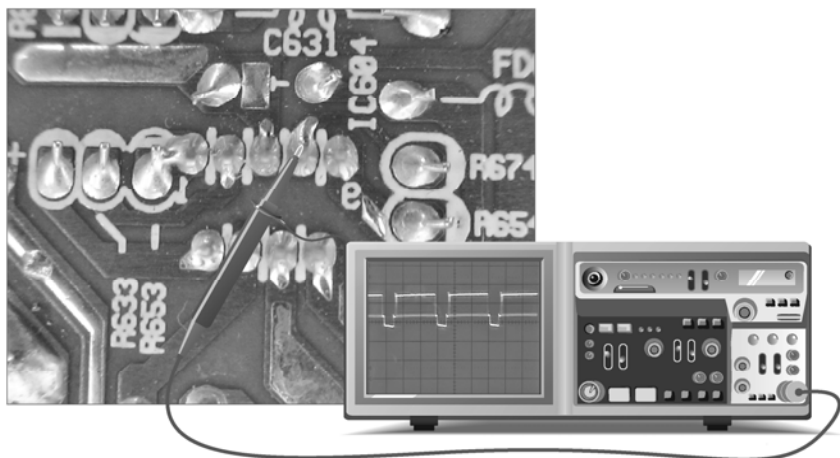

图 2-58 LM2435T⑥脚输入的 G 信号波形检测
绿基色 G 输入信号从 LM2435T 的⑥脚输入，则将示波器的探头放到该引脚的焊点上，即可得到 G 输入信号的波形，具体操作及波形如图 2-58 所示。